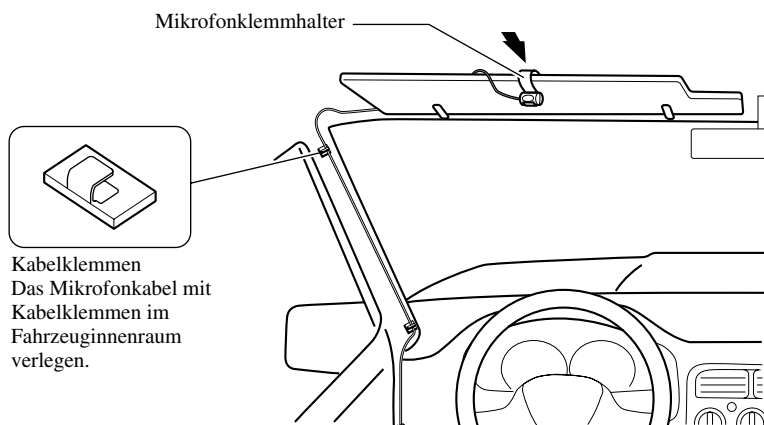

Abb. 17
2. Den Mikrofonklemmhalter an der Sonnenblende anklebten. (Abb. 17)